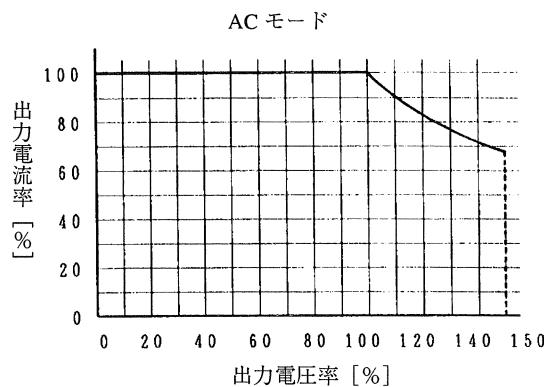
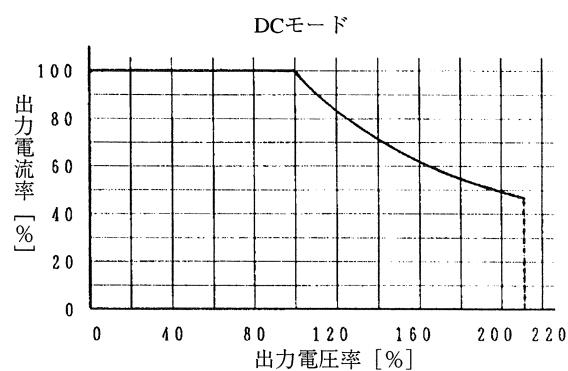

図 1
図 2
出力相電圧 100~150V/200~300V (ACモード) および 100~212V/200~424V (DCモード) 時は出力電圧により出力電流を低減。図1、図2
- ・図 1 と図 3 の出力電流率は、どちらか小さい方の値が優先します。（AC モードのみ適用）